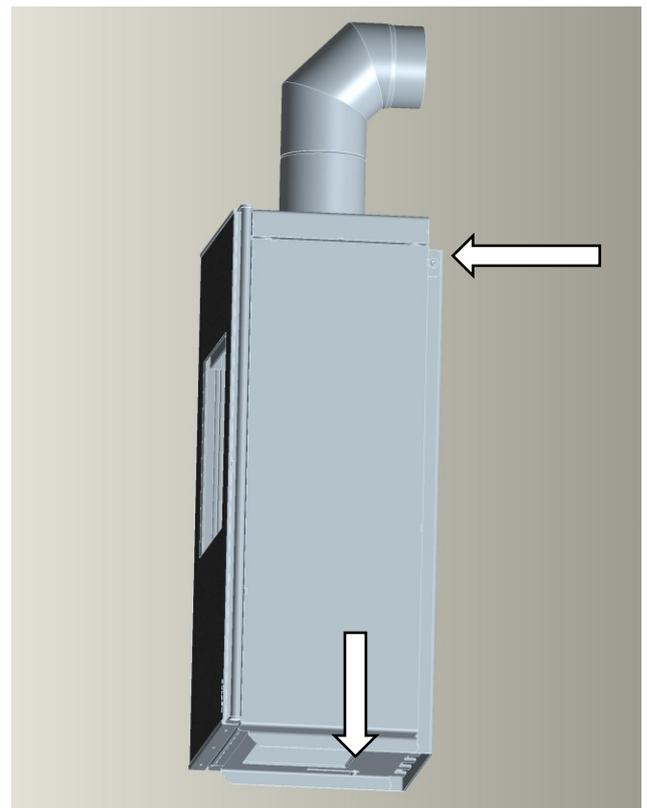

Abb. 10: Ofenkörper endgültig fixieren
6. Ofenkörper vorsichtig bis zum Anschlag ganz nach hinten schieben, Rauchrohr mit dem Schornstein verbinden. Die beiden übrigen Schrauben mit Unterlegscheibe oben an der Wandhalterung mit dem Ofenkörper verschrauben. Die beiden Schrauben an der Unterseite fest anziehen (Abb. 10).